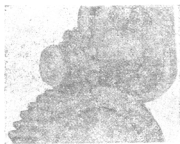

图8 銑齒輪
(2)銑齒輪及花鍵軸 这种加工方法,与在万能銑床上用分度头进行成形銑齒輪的方法一样。首先将模数成型銑刀装在万能机头的主轴上,将被加工的圆柱形直齒輪装夹在銑削时不转动的车床主轴上(图8),纵向走刀仍是利用车床的纵向走刀架进行;而横向进刀是摇动万能机头上部的升降手柄来达到的。当銑完一个齿之后,再利用车床主轴后面的分度